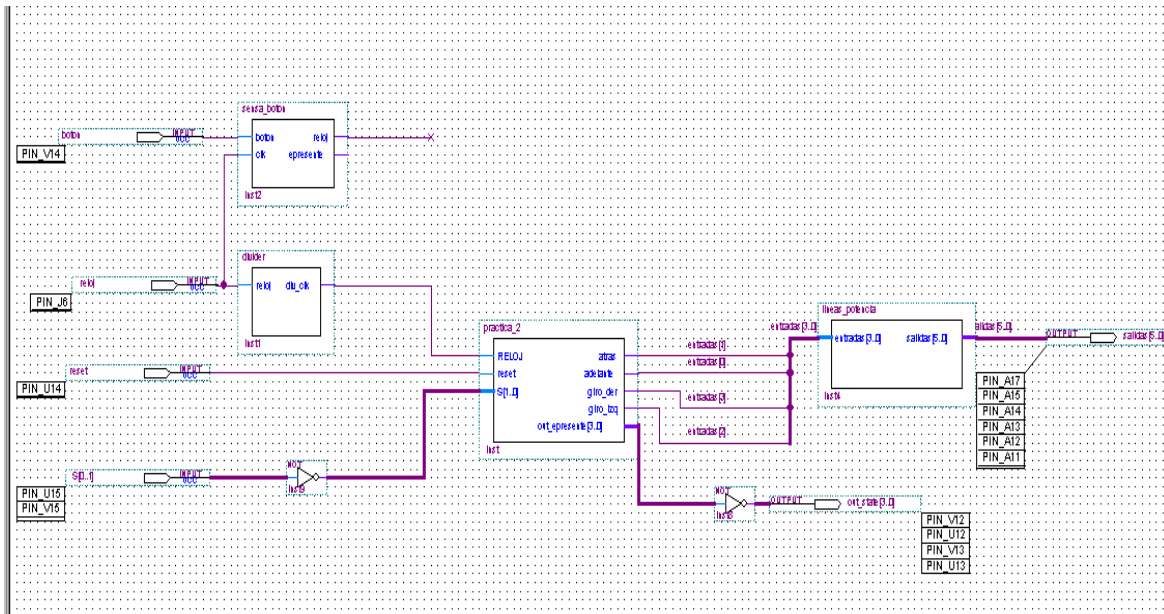

Figura 2. Máquina de estados para evadir obstáculos para ser conectado a la etapa de potencia.
3.- Conecte la etapa de potencia con las salidas de la máquina de estados de la practica 2 como se muestra en la figura 2 y pruebe el algoritmo que evade los obstáculos. En la figura 2 se muestra que las salidas de la máquina de estado, atrás, adelante, giro_der y giro_iz, se conectan a un módulo el cual genera las líneas que controlan la etapa de potencia, diseñe este módulo.